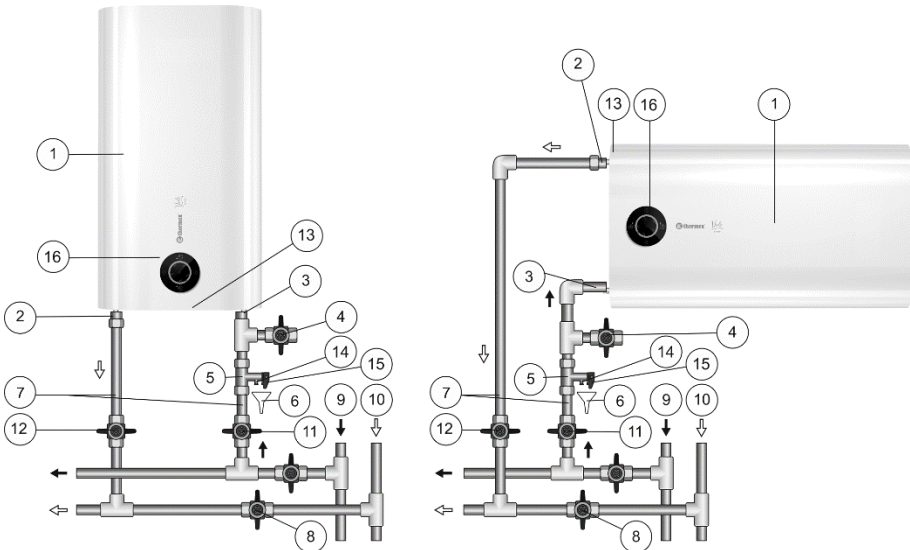

Fig. 1. Schema del collegamento idraulico dello scaldacqua
Montare la valvola di sicurezza (Fig. 1, pos. 5) all'entrata dell'acqua fredda (Fig. 1, pos. 3), un raccordo con anello di colore blu, a 3,5-4 giri assicurando la tenuta idraulica del collegamento con qualsiasi materiale di guarnizione (lino, nastro Teflon, etc.).
Il collegamento idraulico si effettua secondo le indicazioni riportate sulla Fig. 1 esclusivamente a mezzo dei tubi di rame, tubi multistrato di tipo «M-pipes» (costituite da strati polimerici e metallici) o di plastica oppure dei raccordi flessibili idraulici. E vietato l'utilizzo dei raccordi flessibili idraulici già usati. Si consiglia di alimentare lo scaldacqua con l'uso di filtro defangatore montato sulla tubazione di acqua fredda (non in dotazione).
Fig. 1: 1 – Scaldacqua, 2 – raccordo per l'uscita dell'acqua calda, 3 – raccordo per l'entrata dell'acqua fredda, 4 – rubinetto di scarico (non in dotazione), 5 – valvola di sicurezza, 6 – scarico alla canalizzazione (non in dotazione), 7 – tubi di alimentazione, 8 – chiudere il rubinetto quando lo scaldacqua è in uso, 9 – tubo di acqua fredda, 10 – tubo di acqua calda, 11 – rubinetto dell'alimentazione di acqua fredda, 12 – rubinetto dell'uscita di acqua calda, 13 – calotta di protezione, 14 – attacco di scarico della valvola di sicurezza, 15 – leva di apertura della valvola di sicurezza, 16 – manopola di controllo.
Dopo che il collegamento idraulico sia effettuato assicurare che il rubinetto di intercettazione di acqua fredda dello scaldacqua sia aperto e che rubinetto di intercettazione di acqua calda dello scaldacqua (Fig. 1, pos. 8) sia chiuso. Aprire il rubinetto dell'alimentazione dello scaldacqua con l'acqua fredda (Fig. 1, pos. 11), il rubinetto dell'uscita di acqua calda dallo scaldacqua (Fig. 1, pos. 12) ed il rubinetto dell'acqua calda sul
NB: per facilitare la manutenzione dello scaldacqua durante il suo uso si consiglia d'installare il rubinetto di scarico (Fig. 1, pos. 4) in conformità alle indicazioni fornite sulla Fig. 1 (per i modelli non dotati del raccordo di scarico (non è in dotazione)).